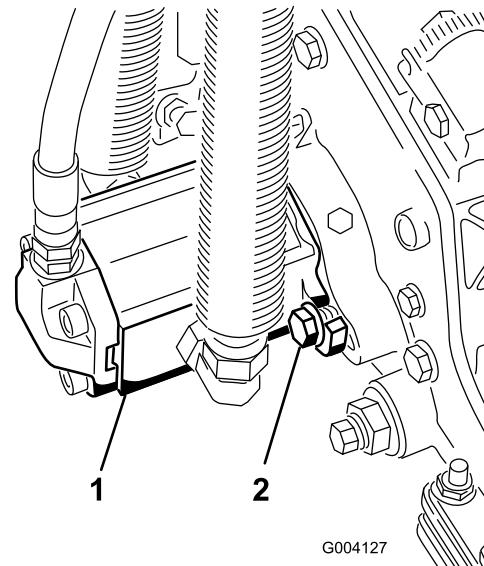

Figura 13
- 16. Instale el motor girándolo en el sentido de las agujas del reloj de modo que las bridas del motor no choquen con los pernos (Figura 13).